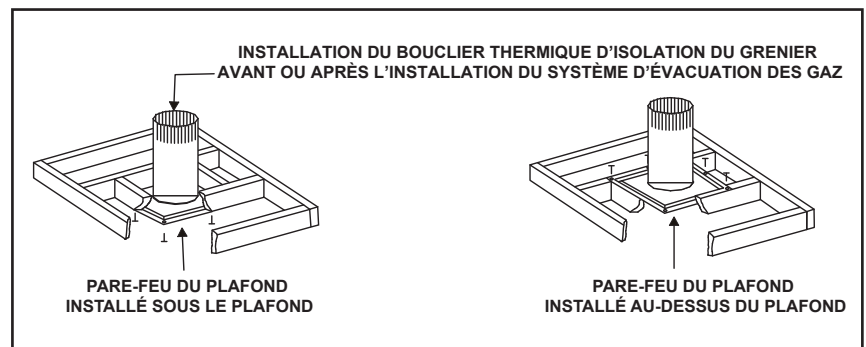

Figure 5.6 Installation du bouclier thermique du grenier
- Le pare-feu du plafond peut être installé sur ou sous les poutres de soutien du plafond, lorsqu'il est installé avec un bouclier thermique d'isolation du grenier. Il doit être sous les poutres de soutien entre les planchers non isolés. Se référer à la figure 5.6.